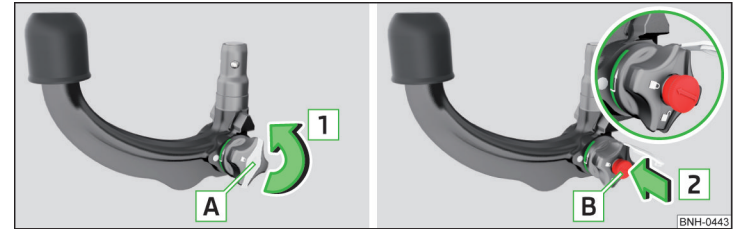

Abb. 217 Kappe vom Schloss abnehmen / Schlüssel in das Schloss stecken
- Die Kappe **A** vom Schloss in Pfeilrichtung **1** » Abb. 217 abnehmen.